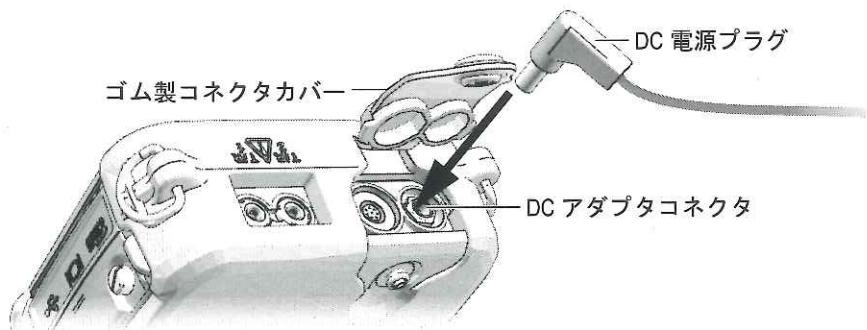

図 2-3 DC 電源プラグの接続
2. 38DL PLUS で、38DL PLUS の上部の DC アダプタコネクタを覆っているゴム製カバーを持ち上げます (29 ページ図 2-3 参照)。
3. チャージャー / アダプタからの DC 電源プラグを DC アダプタコネクタに接続します (29 ページ図 2-3 参照)。